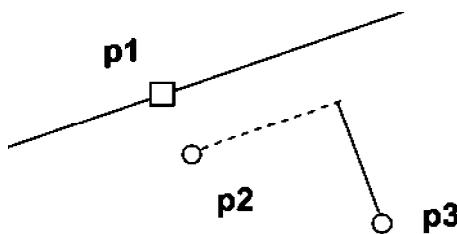

Рис. 1.10. Построение отрезка, перпендикулярного заданной прямой
- указать графическим курсором последовательно две точки **p2** и **p3** (рис. 1.10).